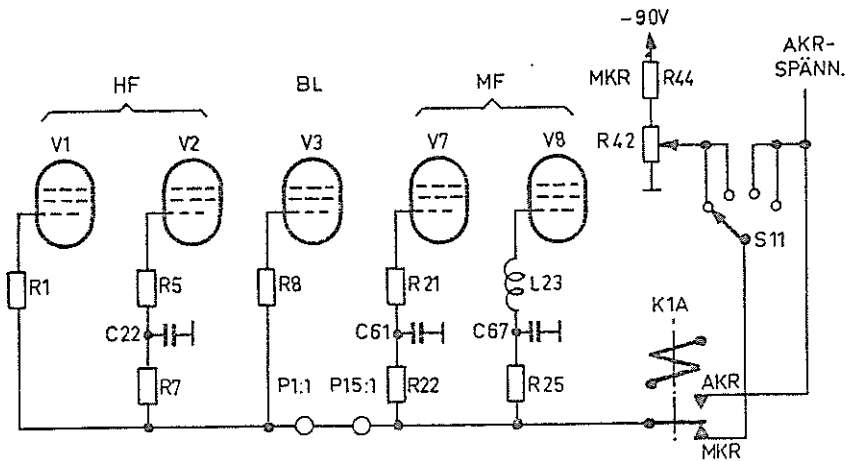

Bild 55. Mottagarens AKR- och MKR-system
Bild 55 visar AKR- och MKR-systemet. För att hindra överföring av signalspänning mellan de olika stegen ingår avkopplingsfilter i AKR-tilledningarna, nämligen R7 och C22 till rör V2, R22 och C61 till V7 och R25 och C67 till V8.
- S11 kopplar negativ spänning genom R42 till styrgallren i mottagarens HF- och MF-rör i lägena A1 och A1 HÖGSEL (bild 55). I lägena A3 och A3 HÖGSEL kopplar den bort R42 och kopplar i stället in AKR-spänningen till HF- och MF-rören.